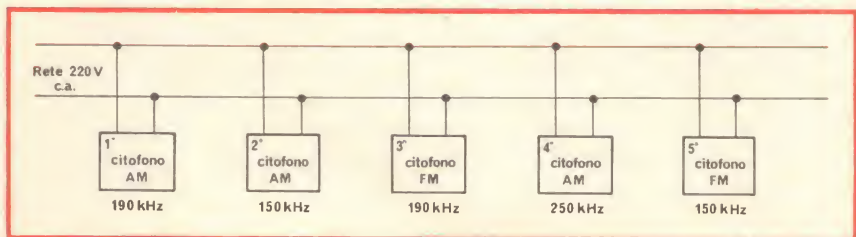

Fig. 7 - Collegamento non idoneo tra due o più citofoni riferiti non alla linea c.a. ma sui citofoni stessi.
4) Che la linea di alimentazione a 220 V, avendo ottime caratteristiche per il funzionamento di impianto semplice o multiplo di citofoni ad onde convogliate, non abbia al suo collegamento apparecchi efficienti, di marche e modelli differenti operanti su diverse frequenze di lavoro, o tipi di emissione e demodulazione differenti (AM/FM/DSB) o comunque apparecchiature identiche ma inefficienti in taratura di frequenza (vedi disegno di fig. 7).